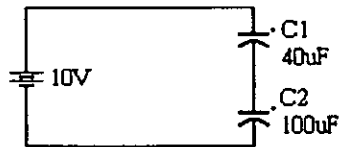

FIGURA 8
- Arme el circuito de la figura 8.
Apartir de la tabla 1, diga si se cumple o no la relación de carga igual en capacitores serie, justifique su respuesta con cálculos para la figura 8.